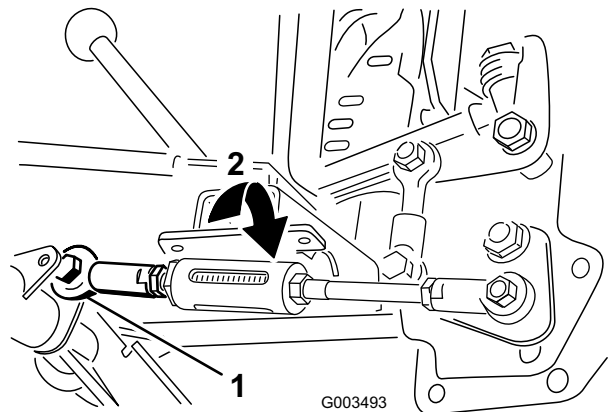

Bild 18
- A. Nehmen Sie die Schraube und die Mutter ab, mit denen die Stange am Pedal Schwenkrohr befestigt ist (Bild 18).
- B. Drehen Sie das Kugelgelenk, wie in Bild 18 dargestellt, um die Länge der Stange wie folgt zu ändern: